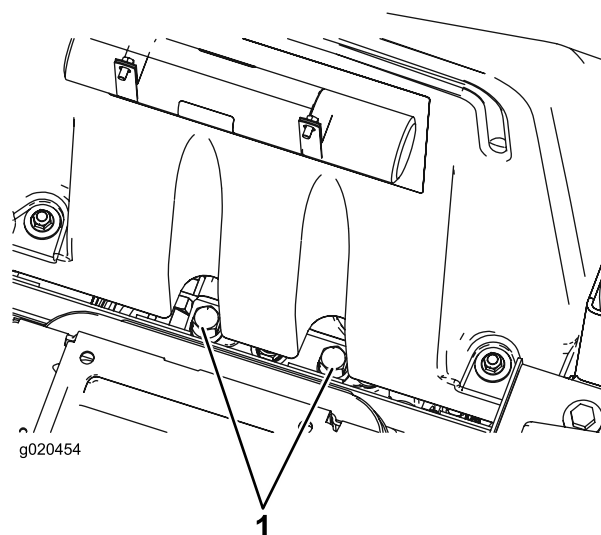

Figura 55
1. Levante el asiento y localice las válvulas de desvío, que están situadas debajo de la parte delantera del depósito de combustible (Figura 55).